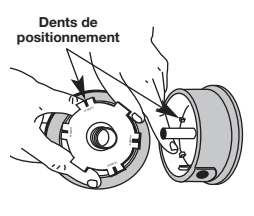

Fig. 27
- Vérifiez l'état d'usure des dents de positionnement sur le moulinet intérieur et la bobine extérieure (Fig. 27). Enlevez les ébarbes ou remplacez le moulinet et la bobine au besoin.